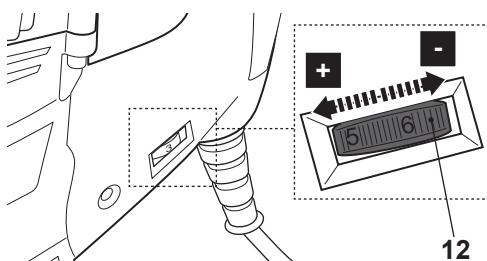

Fig. 4
- > Rotiți regulatorul de viteză (12) înspre stânga pentru a crește viteza maximă (Fig. 4).
- > Rotiți regulatorul de viteză (12) înspre dreapta pentru a reduce viteza maximă (Fig. 4).